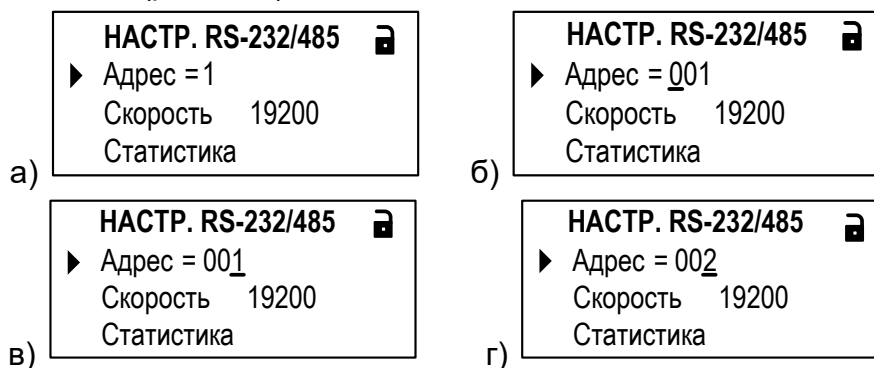

Рис.11. Вид окна индикации при вводе значения параметра поразрядно.
6.3.5.1. В соответствующем меню кнопками ,  выбрать нужный параметр, установив курсор  слева от обозначения этого параметра (рис.11.а), и нажать кнопку . При этом появляется индикация курсора — под старшим разрядом индицируемого числа (рис.11.б).
6.3.5.2. Кнопками ,  установить курсор — под редактируемым значением разряда числа (рис.11.в), а кнопками ,  установить требуемое значение для выбранного разряда (рис.11.г).